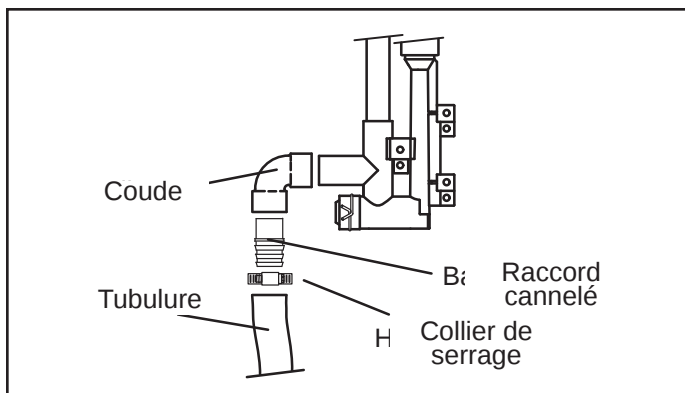
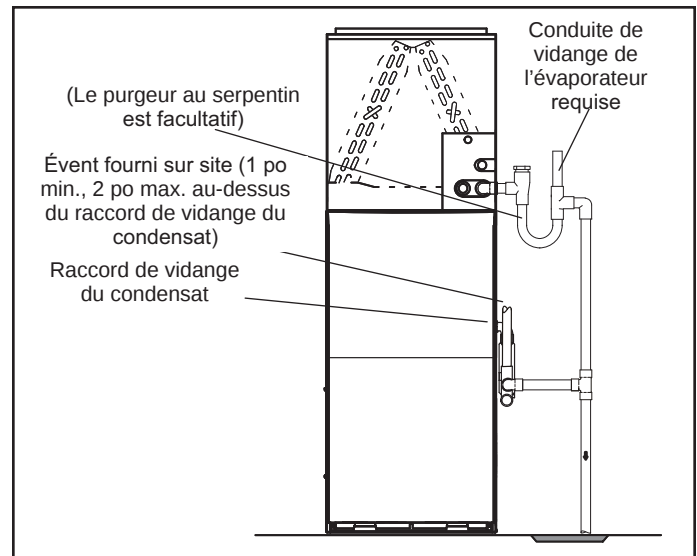

Figure 40. Composants de vidange fournis sur site
Figure 43. Générateur d'air chaud avec serpentin d'évaporateur utilisant un drain commun
5. Les Figures 40 et 41 montrent le générateur d'air chaud et le serpentin d'évaporateur utilisant un drain séparé. Si nécessaire, la conduite de condensat du générateur d'air chaud et du serpentin d'évaporateur peuvent vidanger ensemble. Voyez les Figures 43 et 44.
Générateur d'air chaud à ventilation ascendante (Figure 40) - Dans les applications à ventilation ascendante, l'évent fourni sur le site doit être à une distance minimale de 1 po et maximale de 2 po au-dessus du raccord de sortie de la vidange du condensat. Toute distance supérieure à 2 po peut entraîner l'inondation de l'échangeur de chaleur si la conduite de vidange principale combinée était obstruée.